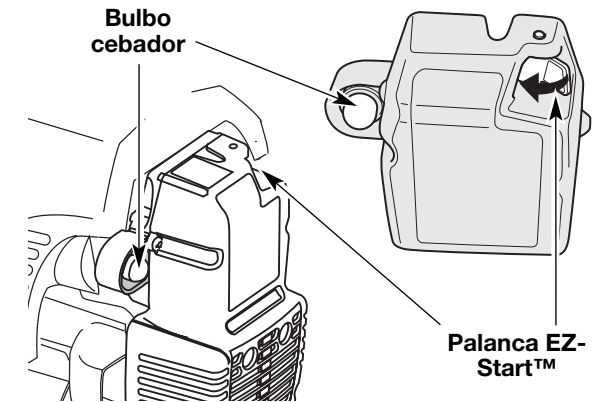

Fig. 10
5. **Empuje la Palanca EZ-Start™ hacia la primera bombilla** hasta que haga un clic y quede trabada en su lugar (Fig. 10).